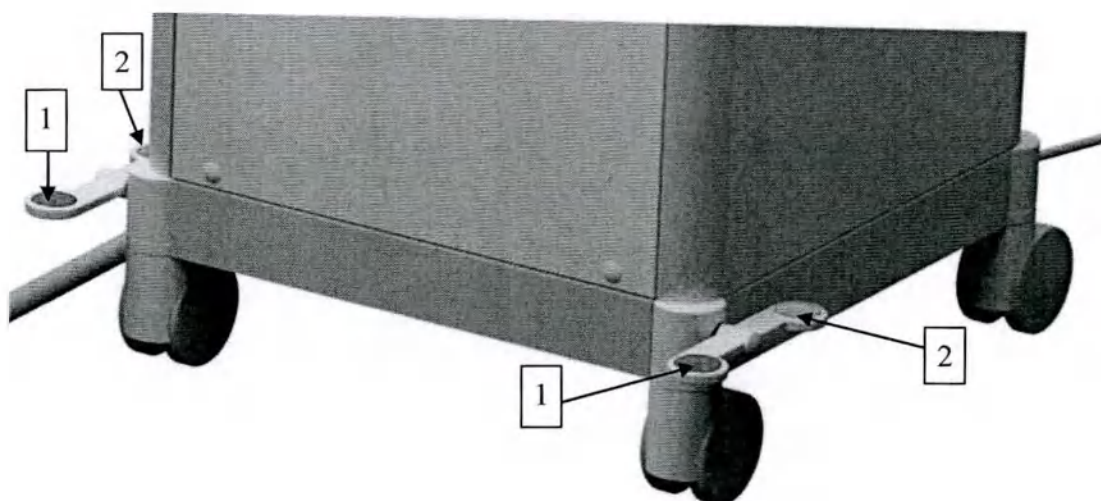

Рисунок 6.7 – Ножной тормоз колес стойки
3. Для блокировки колес нажмите на одну из педалей ножного тормоза до упора (Рисунок 6.7). Проверьте, что колеса заблокированы.